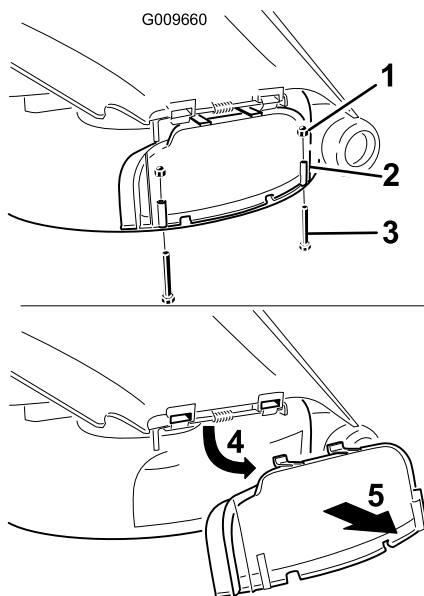

Figure 23
3. Enlevez les 2 boulons et écrous qui fixent l'obturateur d'éjection au plateau de coupe (Figure 23).